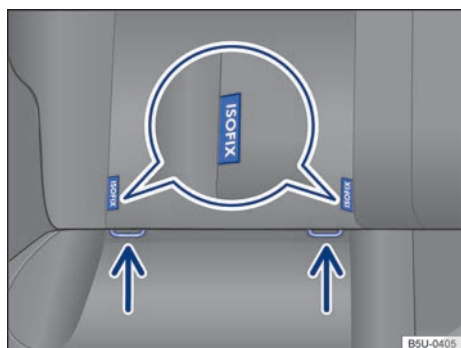

Fig. 58 En el asiento del vehículo: identificación de los puntos de anclaje inferiores de asientos para niños.
Los 2 ojales de retención para cada asiento para niños con el sistema ISOFIX pueden alcanzarse a través de las hendiduras del revestimiento de la banqueta trasera → fig. 58.
- Encajar el asiento para niños en los ojales de retención → fig. 58 en el sentido de la flecha. El asiento para niños debe engancharse de forma segura y audible (clic).
- Colocar el asiento para niños sobre la superficie del asiento y enganchar los cinturones de seguridad en los ojales de retención → fig. 58, si los cinturones de fijación se proveen junto con el asiento para niños.